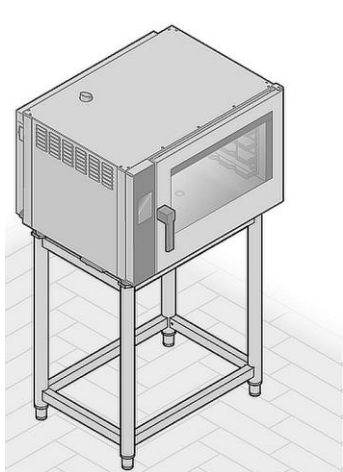

Fig. 7
- l'élément de l'équipement adapté (fig. 7);